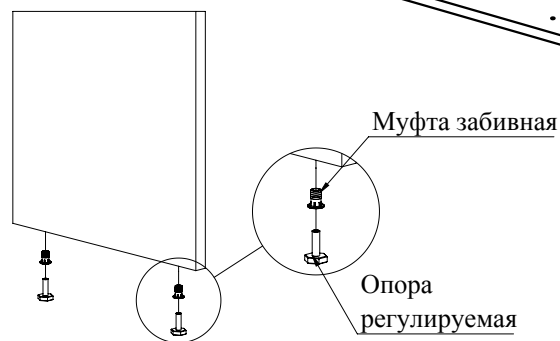

Рис.2
2. Установите муфты забивные в соответствующие торцевые отверстия деталей 1, 2. В муфты забивные вкрутите опоры регулируемые (Рис. 2).